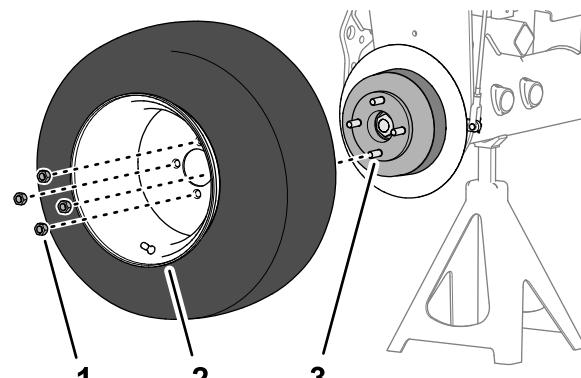

Figura 76
1. Montate la ruota sul mozzo con i 4 dadi a staffa (Figura 76) e serrate i dadi a staffa manualmente.